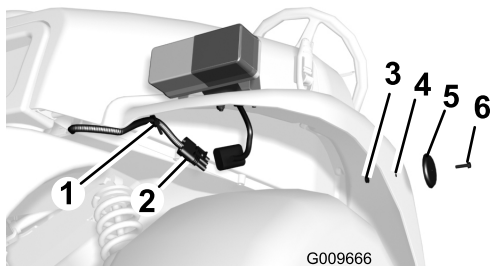

Figura 14
3. Encaminhe o conector sob o guarda-lamas frontal e prenda o conector ao lado inferior do guarda-lamas com a fixação de plástico na cablagem (Figura 14)
2. Instale um de cada lado do guarda-lamas frontal no furo feito previamente (Figura 14).